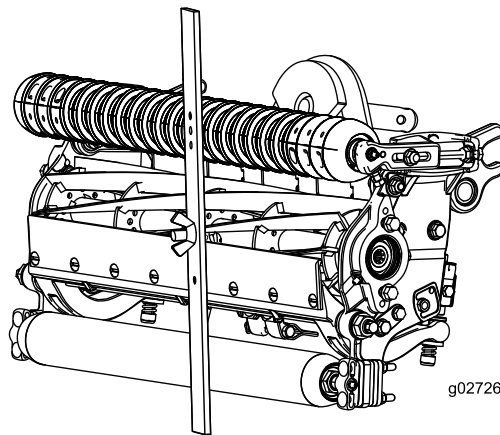

Рисунок 17
3. Зацепите головку болта за режущую кромку неподвижного ножа и расположите задний конец планки на заднем валике (Рисунок 17).
4. Поворачивайте регулировочный болт до тех пор, пока передний валик не коснется измерительной планки (Рисунок 17). Регулируйте оба конца валика до тех пор, пока весь валик не встанет параллельно неподвижному ножу.